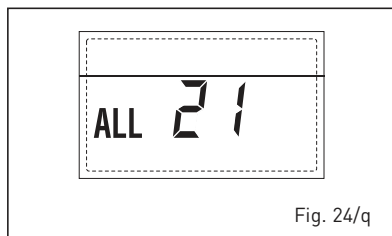

Fig. 24/q
– **INTERVENTO TERMOSTATO SICUREZZA SECONDA ZONA MISCELATA "ALL 22" (fig. 24/r)**